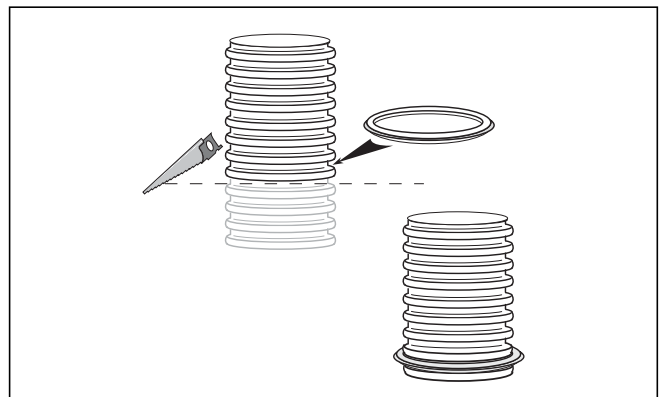

Рис. 5.50 Укорачивание гибкого выпускного газопровода и монтаж уплотнения
Сначала только приблизительно определите общую длину. Прибавка для безопасности в прямой шахте: минимум 50 см, при смещенной шахте: минимум 70 см на смещение. Укорачивайте гибкий выпускной газопровод (см. рис. 5.50) только в том случае, если закрепили его на устье шахты.
- Затем монтируйте уплотнение в самом нижнем неповрежденном желобке выпускного газопровода (см. рис. 5.50).